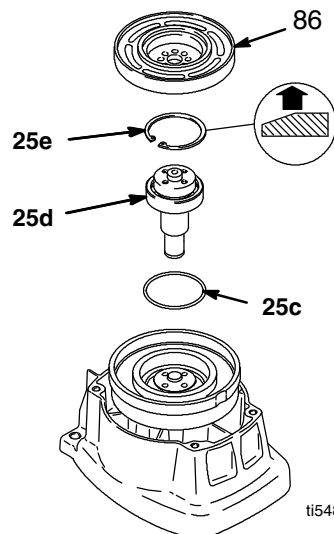

Рис. 6
7. См. Рис. 6. Снимите стопорное кольцо (25e).
6. См. Рис. 6. Проверьте уплотнительное кольцо (25с) и, в случае его отсутствия или повреждения, замените.